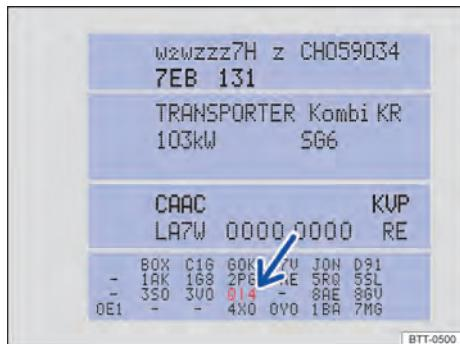

Fig. 202 Etiqueta de dados do veículo com número PR do respectivo serviço (Representação esquemática).
- No número PR da etiqueta de dados do veículo → Fig. 202 (seta), no lado interno da capa do manual de instruções e na área do compartimento de bagagem.